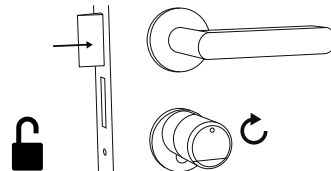
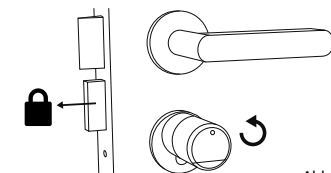

Abb. 102
Abb. 103
- 3 Wenn die eingegebene Zahlenkombination korrekt ist, leuchtet das Zylinderstatus-Symbol (⊙) und die Tür kann aufgeschlossen (Abb. 102) oder abgeschlossen werden (Abb. 103).